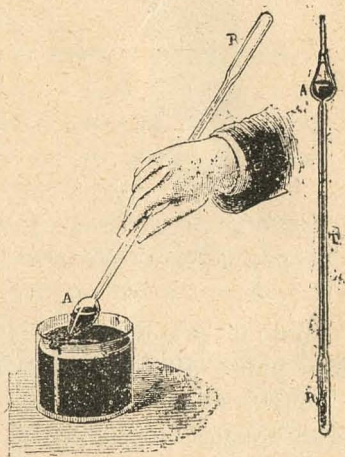

Fig. 79.—Método para llenar un termómetro de mercurio.
**2. Construcción del termómetro de mercurio.**—Se toma un tubo capilar *T* bien regular (fig. 79), es decir cuyo diámetro interior es perfectamente igual en todos sus puntos, y terminado en una de sus extremidades por un depósito cilíndrico *R*.